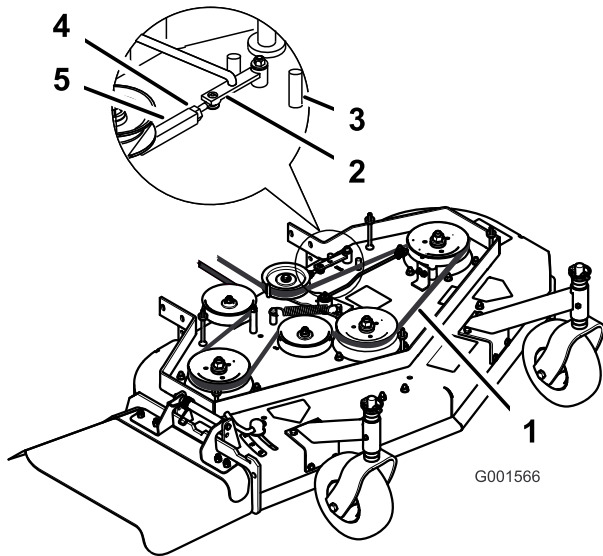

**Figure 53**
**Remarque:** La tension correcte de la courroie du tablier de coupe se situe entre 44 à 67 Nm (10 à 15 pi-lb) avec une flèche de 13 mm (1/2 po) à mi-chemin entre les poulies (Figure 53).